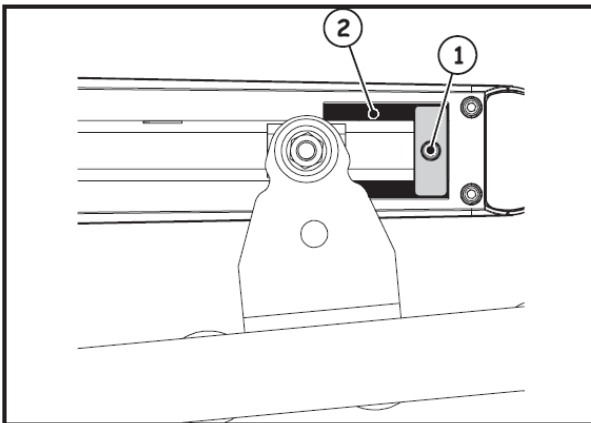

Рис. 21
3. Ослабить крепежный винт, рис. 21, № 1. Винт не нужно снимать полностью.
**⚠** Механический ограничитель соединен с зубчатым сектором, рис. 21, № 2. В случае помех при перемещении проверить, свободно ли соединение. НЕ ПРИМЕНЯТЬ СИЛУ.